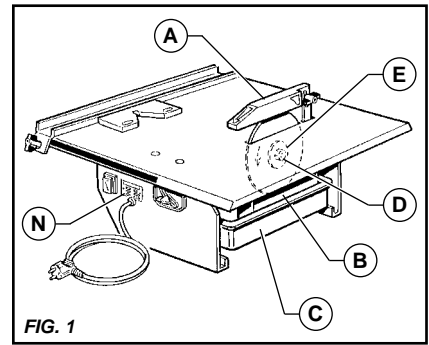

FIG. 1
- Ga na of de netspanning gelijk is aan de waarde, vermeld op het typeplaatje N van de machine [FIG. 1].